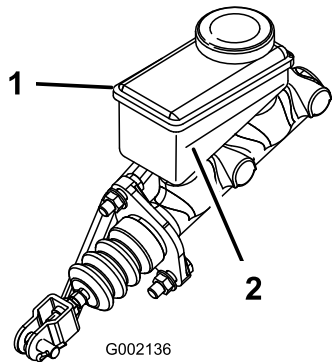

**Figura 67**
4. Eleve el capó para acceder al cilindro del freno principal y al depósito (Figura 67).
- A. Limpie la zona alrededor del tapón del depósito y retire el tapón (Figura 67).
- C. Coloque el tapón del depósito (Figura 67).